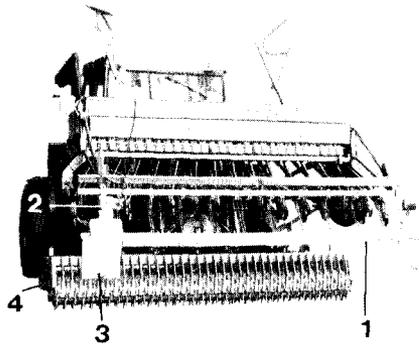

Fig. 26c
- Die nach hinten ragenden Zinken des Exaktstriegels müssen mit der Verkehrssicherungsleiste (Fig. 26c/1) abgedeckt werden (Sonderzubehör). An dieser Verkehrssicherungsleiste befinden sich ebenfalls Leuchenträger zum Aufstecken der Beleuchtung (Fig. 26c/2) und tiefliegende Rückstrahler (Fig. 26c/3), die vom Boden nicht mehr als 900 mm Abstand haben dürfen.
- Der Abstand von Rückleuchtenoberkante (Fig. 26c/2) zur Fahrbahn darf dann 1550 mm nicht übersteigen. Der Abstand muß auch eingehalten werden, wenn die Sämaschine in Kombination mit einem AMAZONE-System „Huckepack“ (Fig. 26c) eingesetzt wird. Vergessen Sie bitte nicht, die Beleuchtung auf Funktion zu überprüfen.
Wird die Sämaschine in Kombination mit der Rüttelegge eingesetzt, müssen die Grenzstriegel bzw. Grenzschare (Fig. 26c/4) der Rüttelegge in Transportstellung gebracht werden (siehe Betriebsanleitung der Rüttelegge).